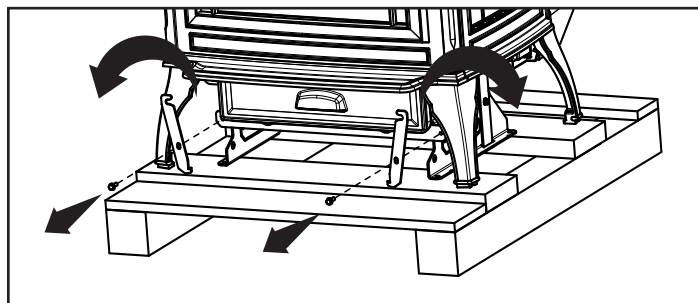

Figure 6.1
2. Avec une douille ou une clé de 3/8, retirez les deux boulons avant des supports de montage de la palette. Les supports avant de montage sur la palette glisseront vers l'extérieur, en s'éloignant de l'appareil (**Figure 6.1**).